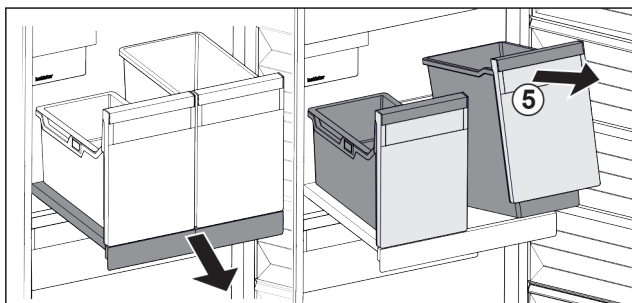

Fig. 117
- ▶ Nádobu Fig. 117 (5) vpředu nadzvedněte.